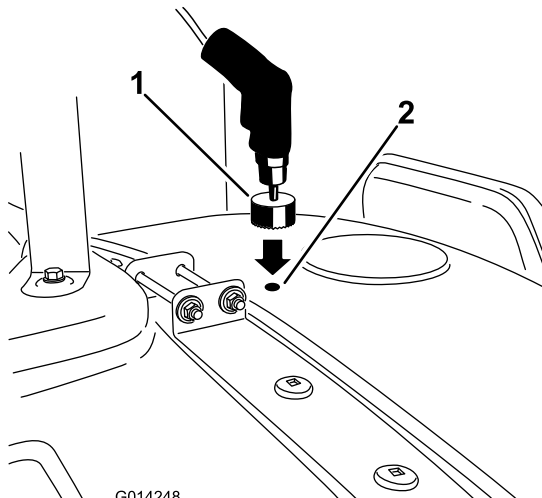

图13
7. 移至药缸盖前面的钻孔标记，对前面的孔（图13）重复以上步骤。